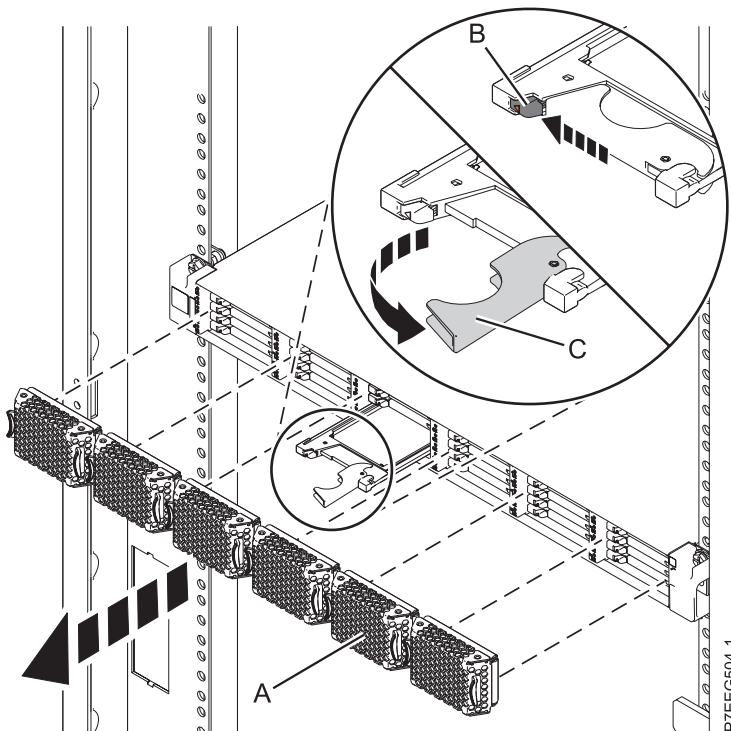

Figure 16. Retrait de l'unité SSD du Boîtier de stockage PCIe 58/88
4. Retirez le panneau (A) qui couvre l'emplacement contenant l'unité SSD.
5. Lorsque le voyant d'identification de l'unité SSD s'allume et reste fixe, faites glisser doucement le taquet de déverrouillage (B) pour déverrouiller la poignée de l'unité. Pour plus d'informations, voir figure 16.
6. Saisissez la poignée (C) et tirez partiellement l'unité hors de l'emplacement.